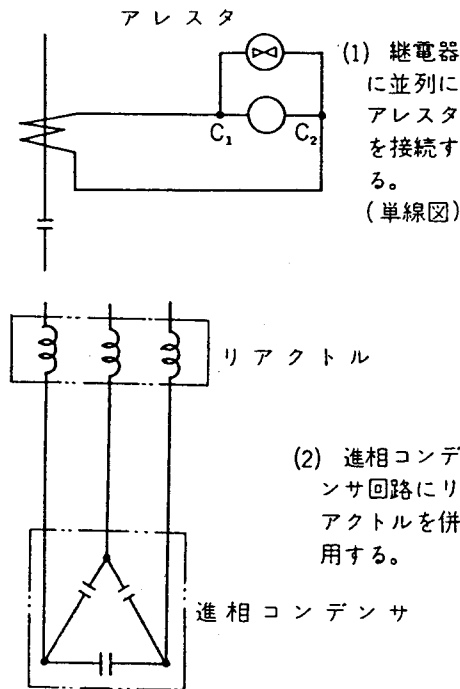

図11 インラッシュ電流の防止策
- (1) 図11(1)に示すように、アレスタを接続する（例えば山光社製電力形1号保安器）。
- (2) 図11(2)に示すように、進相コンデンサに直列にリアクトルを併用し、インラッシュ電流の発生を防ぐ。